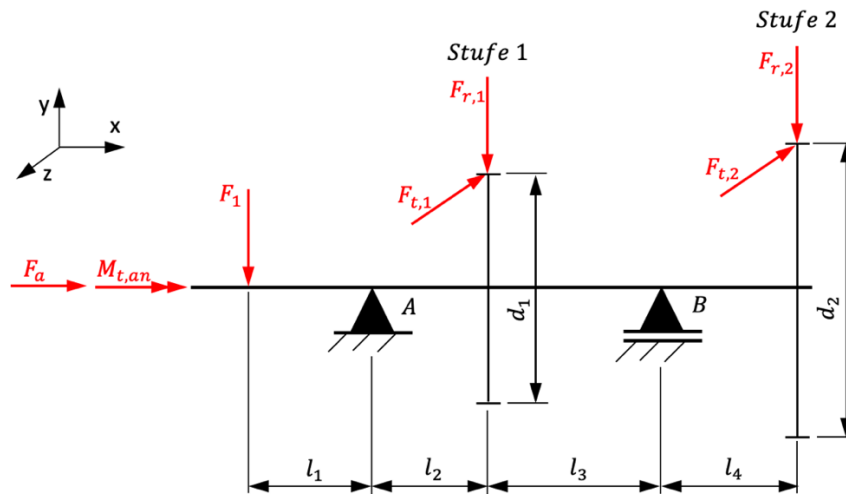

Abbildung 1: Antriebseinheit mit zwei Abtrieben
1.1 Eine Welle soll mit zwei Abtrieben versehen werden. Der Freischnitt zu dem System ist in Abbildung 1 zu sehen. Nutzen Sie zur Berechnung der folgenden Teilaufgaben die Tabelle 1. Geben Sie die Ergebnisse mit zwei Nachkommastellen an.